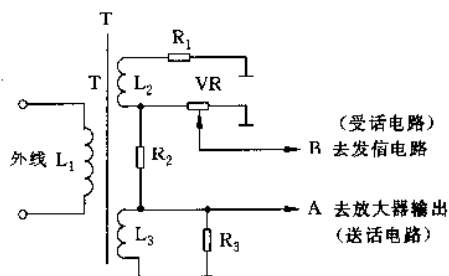

图 2-73
(2) 单变压器差接耦合电路如图 2-73 所示，图中，当外线信号送到 L_1 时，其信号流向如下：外线 $\rightarrow L_1 \rightarrow L_2 \rightarrow VR \rightarrow B$ 点（受话电路）